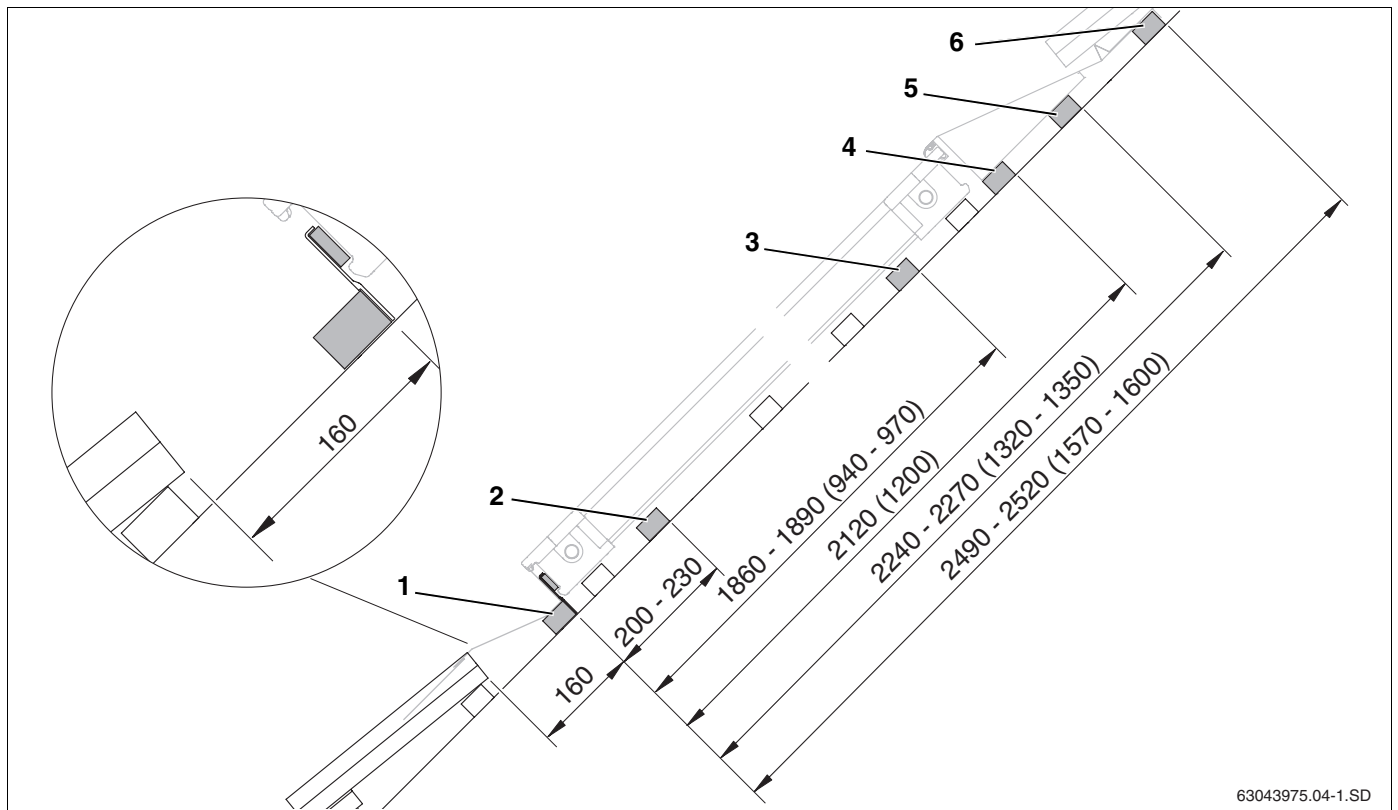

Fig. 14 Distancias de los listones adicionales para el montaje en una fila (dimensiones en mm, valores entre paréntesis = ejecución horizontal)
- ▶ Monte el primer listón de tejado con los seguros contra deslizamiento (fig. 14, **pos. 1**).
- ▶ Monte abajo el segundo listón de tejado para las sujeciones laterales (fig. 14, **pos. 2**).
- ▶ Monte arriba el tercer listón de tejado para las sujeciones laterales (fig. 14, **pos. 3**).
- ▶ Monte el cuarto listón para el apoyo de la cuña de stiropor de las chapas protectoras superiores (fig. 14, **pos. 4**).
- ▶ Monte el quinto listón de apoyo para las chapas protectoras superiores (fig. 14, **pos. 5**).
- ▶ Monte el sexto listón para el apoyo y fijación de las chapas protectoras superiores (fig. 14, **pos. 6**).
Para el montaje en varias filas deben instalarse los listones de la primera fila como en el caso del montaje en una fila (fig. 14). Se prescinde del 5° y el 6° listón en la fila inferior.